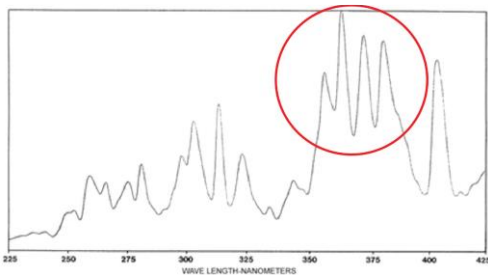

Abbildung 2. Beispiel einer kontinuierlichen Spektralkurve einer Quecksilber-Eisen-Lampe mit verstärkter Emission im Bereich von 350–400 nm (roter Kreis)
- Quecksilber-Eisen-Lampen werden gemeinhin als „D“-Lampen bezeichnet und weisen eine erhöhte Leistung im Bereich zwischen 350 und 400 nm auf (Abbildung 2).